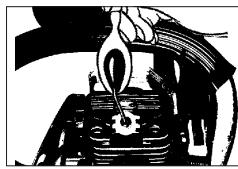

Fig. 19
5. Häll in en tesked ren tvåtaktsolja i förbränningsskammaren. Dra långsamt flera gånger i startsnöret för att fördela oljan på de invändiga komponenterna. Sätt tillbaka tändstiftet. (Fig. 19)